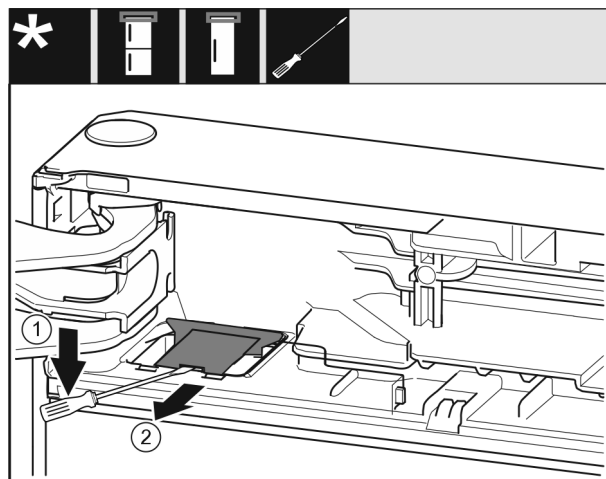

Fig. 10
- ▶ Cu o șurubelniță plată deblocați și ridicați apărătoarea. Fig. 10 (1)
- ▶ Extrageți apărătoarea. Fig. 10 (2)